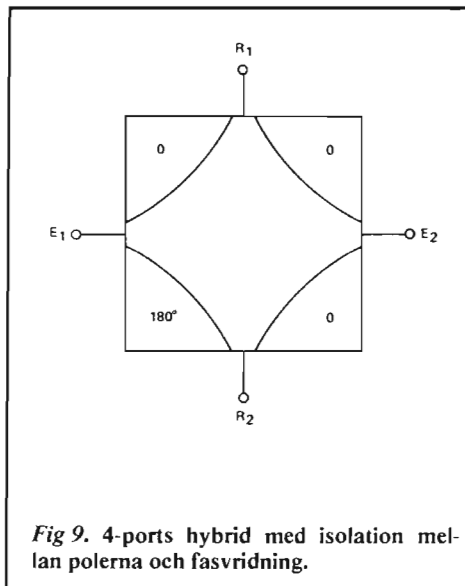

Fig 9. 4-ports hybrid med isolation mellan polerna och fasvridning.
- 3: Ge så mycket isolation som möjligt mellan signal- och lokaloscillatoranslutningar (fig 9),